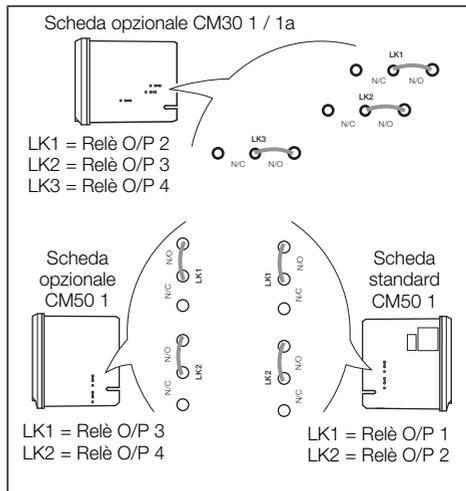

Fig. 4.12 Collegamenti a ponticello per le uscite relè
1. I collegamenti associati alle uscite relè sono mostrate in Fig. 4.12.